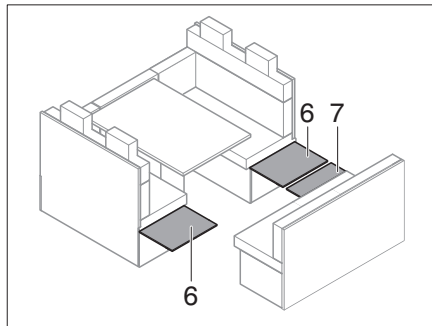

Bild 222 Seitenwände ausklappen
- Sitzkasten-Seitenwände (Bild 222,6) und Sitzkasten-Vorderwand (Bild 222,7) ausklappen.